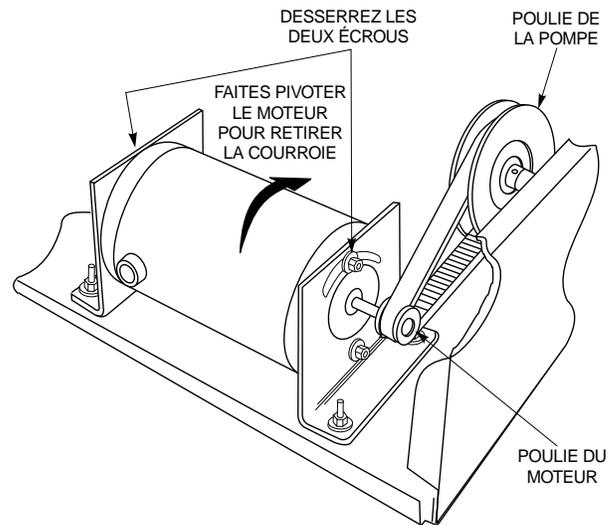

Figure 14. Changement de la courroie
3. Reportez-vous à la figure 14 et desserrez, sans les retirer, les deux écrous des pattes de fixation se trouvant sur le dessus du moteur.